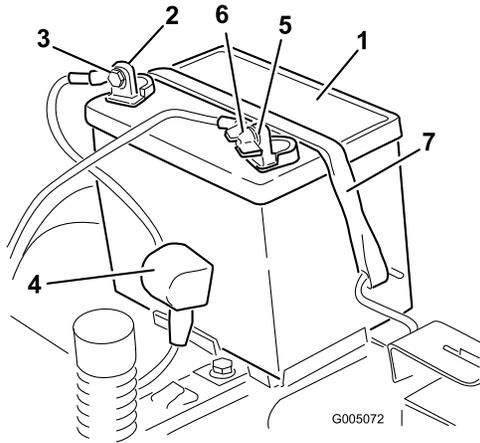

Bild 31
4. Klemmen Sie das Minuskabel (schwarz) vom Batteriepol ab (Bild 31). Bewahren Sie alle Befestigungen auf.
- Schieben Sie die Gummiabdeckung am Pluskabel (rot) nach oben. Klemmen Sie das Pluskabel (Rot) vom Batteriepol ab (Bild 31). Bewahren Sie alle Befestigungen auf.
- Nehmen Sie die Batterieklemme ab (Bild 31) und heben Sie die Batterie aus dem Ständer heraus.
- Legen Sie die Batterie in den Ständer, wobei die Klemmen zur Betriebsstellung weisen (Bild 31).
- Befestigen Sie die Batterie mit der Befestigung (Bild 31).